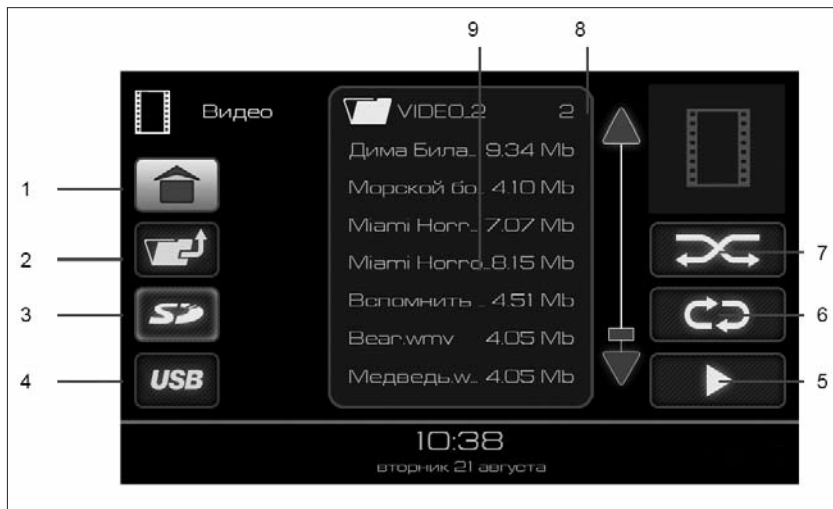
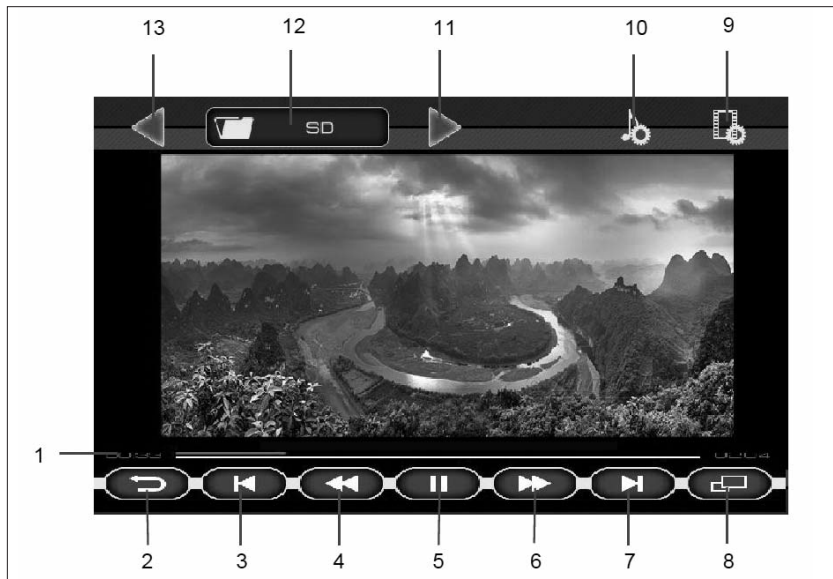

Рис. 6. Окно режима «ВИДЕО»
Рис. 7. Окно проигрывания видеофайлов
Доступные для воспроизведения видеофайлы и папки отображаются в списке (9), рис. 7. Двойное нажатие на изображение папки  отобразит список видеофайлов в этой папке. Для выхода из папки нужно нажать кнопку 2 (рис. 6).
режима повторного воспроизведения выбранного файла (кнопка 6, рис. 6);
– либо нажатие на кнопку воспроизведения файлов (кнопка 6, рис. 6) позволяет воспроизвести все видеофайлы, находящиеся в списке (9) на рис. 6;
– либо выбор папки одиночным нажатием на изображение папки  в списке (9) рис. 6, а затем нажатие кнопки воспроизведения файлов (кнопка 5, рис. 6) позволяет воспроизвести все видеофайлы, находящиеся в выбранной папке и ее подпапках.
Для включения полноэкранного режима воспроизведения нажать кнопку **8** (рис. 7) или на изображении.
Если при воспроизведении видеофайла нажать на кнопку **|| (5)** (рис. 7), а затем нажать на кнопку возврата (кнопка **2**, рис. 7), то произойдет переход в главное меню и в кнопке **«Видео»** (рис. 2) появится индикатор паузы. Этот режим позволяет вернуться к воспроизведению видеофайла с того места, где была поставлена пауза.